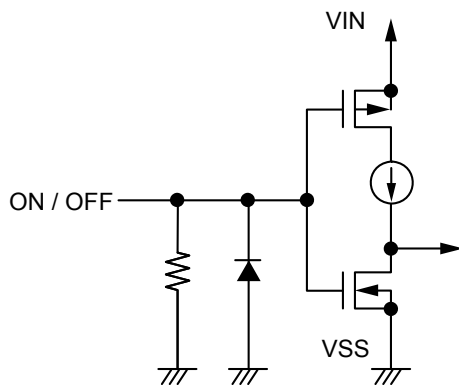
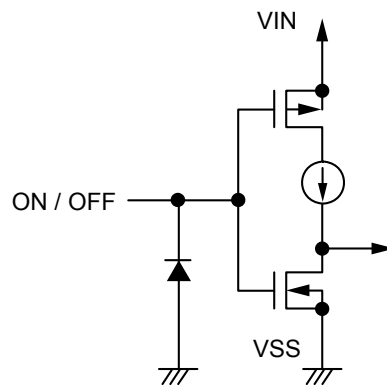

图27 S-1335系列A / C / E / G / J / L型
图28 S-1335系列B / D / F / H / K / M型
ON / OFF端子的结构如图27、图28所示。
*1. 将ON / OFF端子连接到VIN端子上进行工作时, S-1335系列A / C / E / G / J / L型产品的消耗电流中, 流入2.2 MΩ (典型值) 下拉电阻中的电流量会增多, 务请注意 (请参阅图27)。